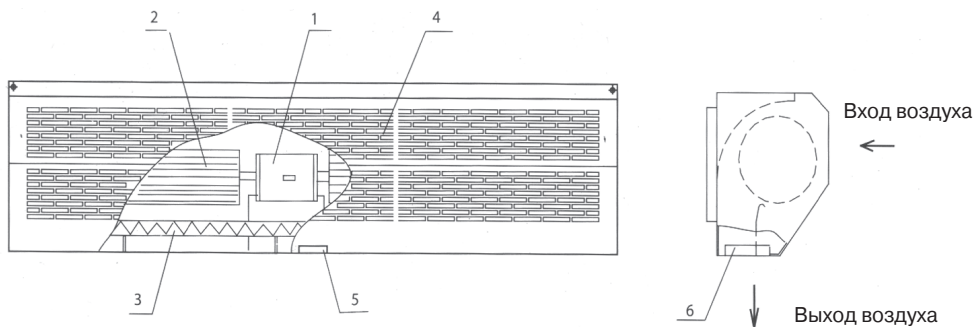

Рис.1
4.1. Завеса представляет собой устройство, в металлическом корпусе которого установлен вентилятор барабанного типа с электродвигателем и нагревательный элемент типа РТС или ТЭН (трубчатый электронагреватель) (рис.1) .